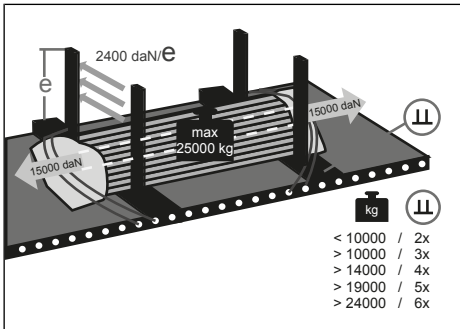

Abb. 8-18: Multi Fix-System
- ▶ Stahlrohre zwischen den senkrechten Stützbalken auf den Auflagebalken positionieren (siehe "Abb. 8-18: Multi Fix-System", S. 106).
- ▶ Sicherungsnetz an den Enden der Stahlrohre anbringen (siehe "Abb. 8-18: Multi Fix-System", S. 106).